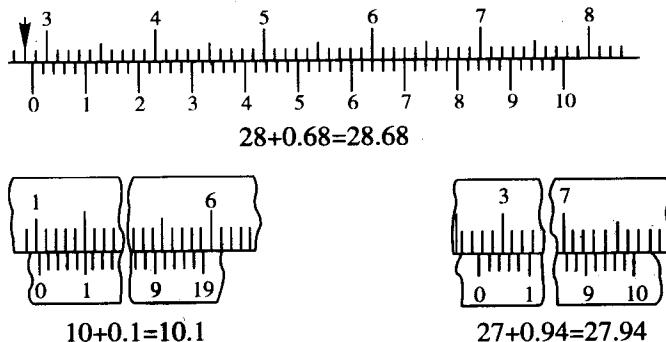

图1-9 游标卡尺的读数方法
(3) 游标卡尺的读数方法(图1-9)。在主尺上读出整毫米数,即找出副尺零刻线左边的主尺上最大毫米数(包括零);在副尺上读出小于1mm的读数,即找出副尺上与主尺对齐的那根刻线,乘以读数精度值。有些副尺刻线的读数标记已考虑到读数的精度值,可以直接读出(如0.10mm、0.20mm等);将主、副尺的读数相加,即为被量测尺寸的完整读数。